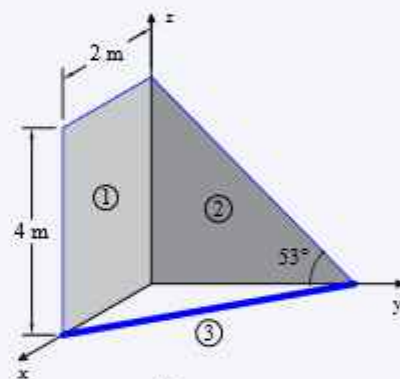

Figura 4.154
Paso 1: Identificación de elementos ①, ② y ③, figura 4.154 (a) luego calculamos la masa y centroide de cada elemento.